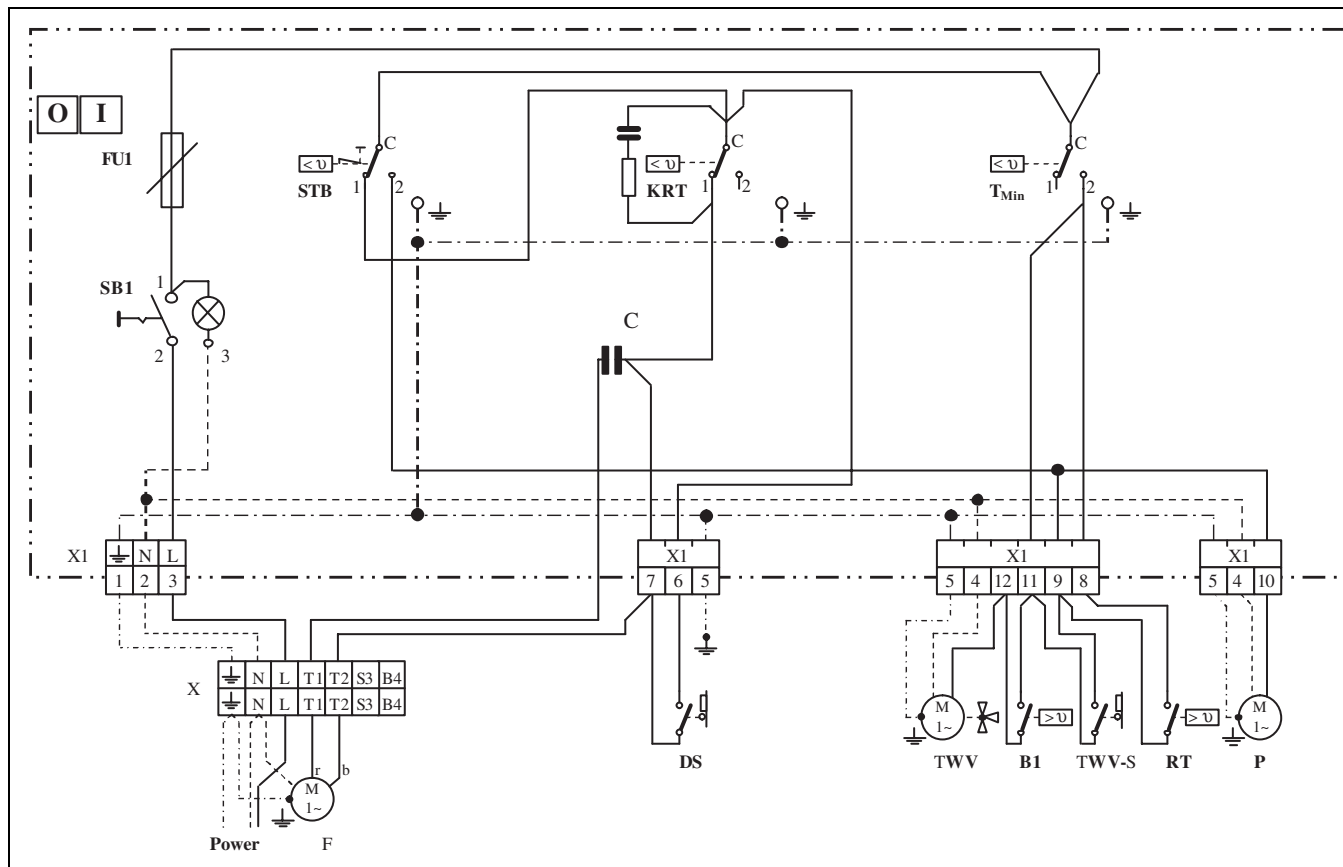

Fig. 19 Plan de conexiuni
- ▶ Racordați cablurile de la suflanta cu tiraj artificial (ștecher electric pe peretele din spate) la aparatul de reglare conform planului de conexiuni (→ fig. 19, pagina 17).